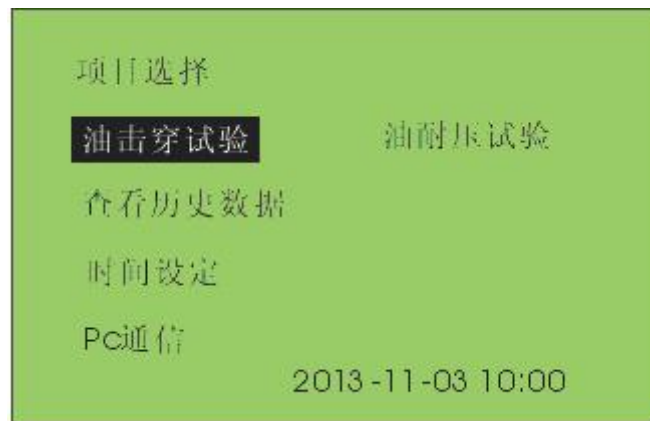

图 2.1 仪器主界面
- 6) 合上电源开关，仪器出现欢迎界面后，自动转入主界面如图 2.1 所示。